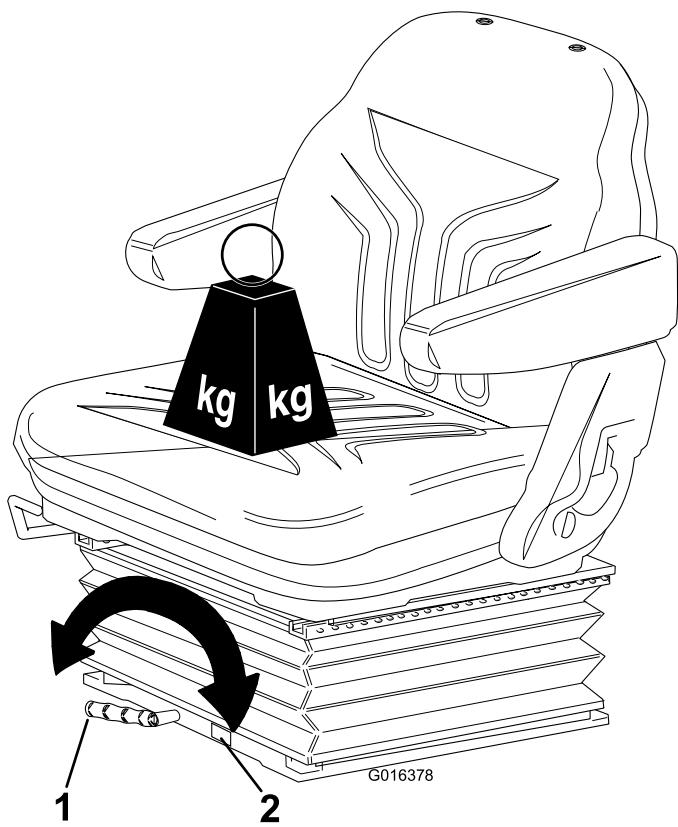

Figura 8
- **Regolazione della sospensione:** Ruotate la maniglia in senso orario per aumentare la resistenza della sospensione e in senso antiorario per diminuirla. Il quadrante indica quando viene raggiunta la regolazione ottimale della sospensione in base al peso dell'operatore (Figura 8).